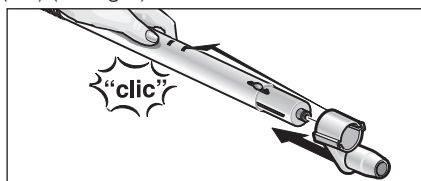

Fig. 4: Segurar o gancho de estacionar
- Insira o gancho para guardar (G4) no tubo de extensão inferior até que encaixe no retículo (G2) (ver fig.4).